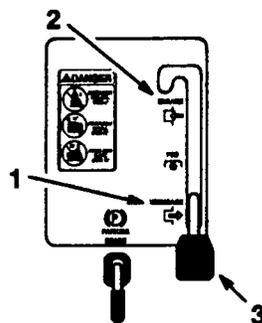

Fig 7
3. Spostate il comando della lama (PDF) in posizione di disinnesto "DISENGAGED" (Fig. 7).